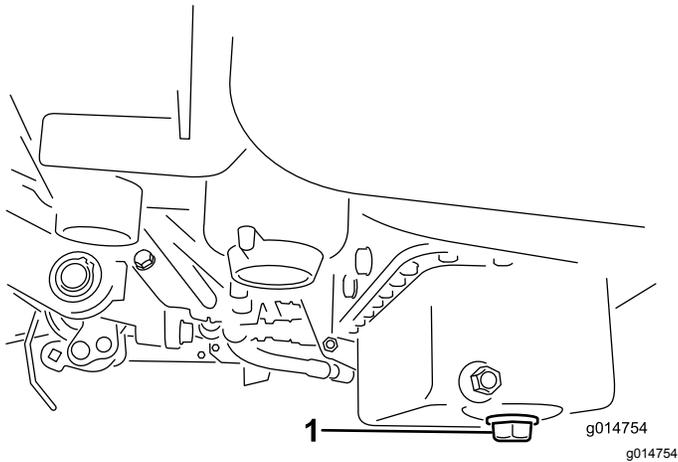

図 32
1. ドレンプラグを外してオイルを容器に受ける。オイルが抜けたらドレンプラグを取り付ける **図 32**。